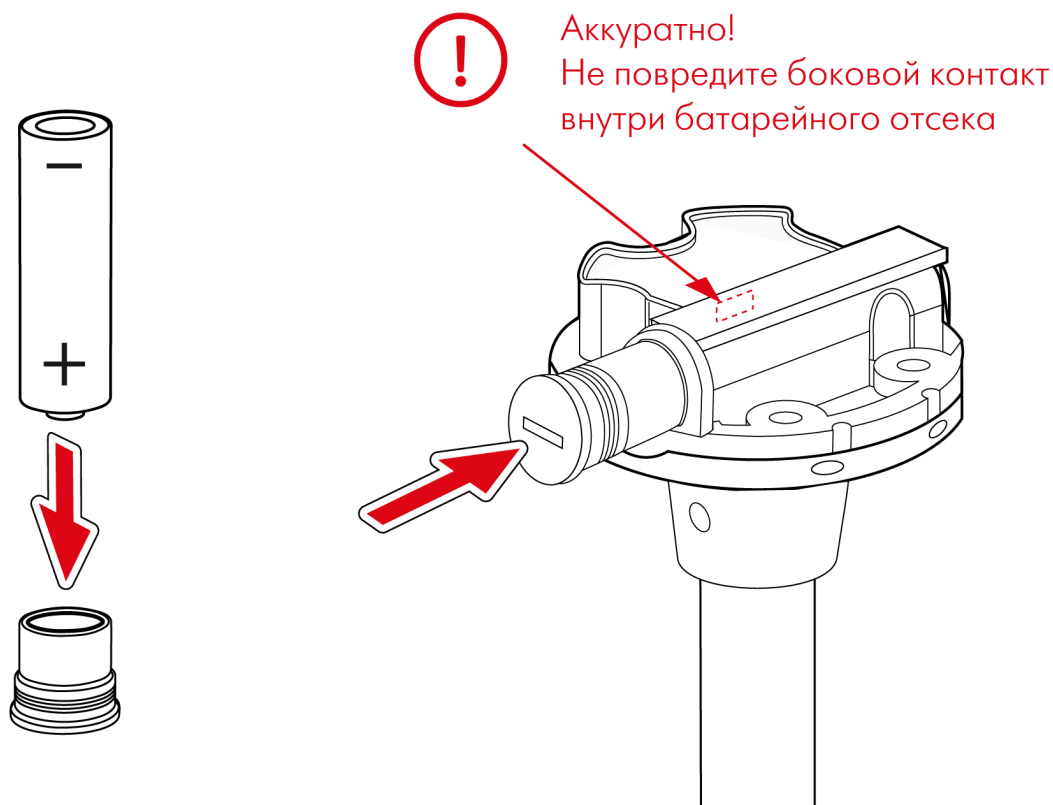

Рис.27. Замена батареи.
3. Взять новую батарею из комплекта WSB-1 и поместить плюсовым контактом в новую резьбовую заглушку с уплотнительными резиновыми кольцами (**Рис.27**).
4. Аккуратно установить в отсек новую батарею с резьбовой заглушкой (**Рис.27**).